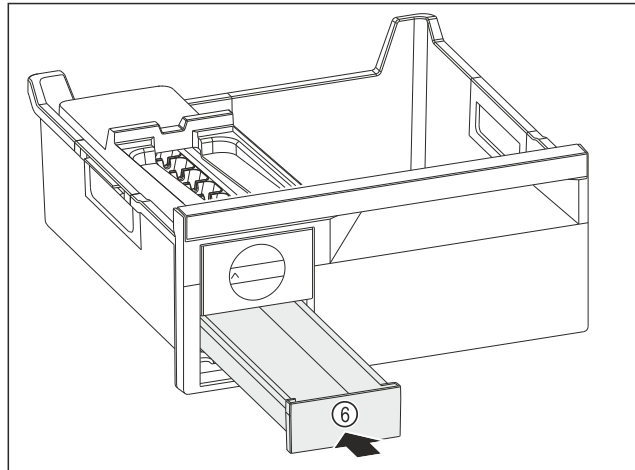

Fig. 117
- ▶ Вдвиньте выдвижной ящик для кубиков льда Fig. 117 (6).